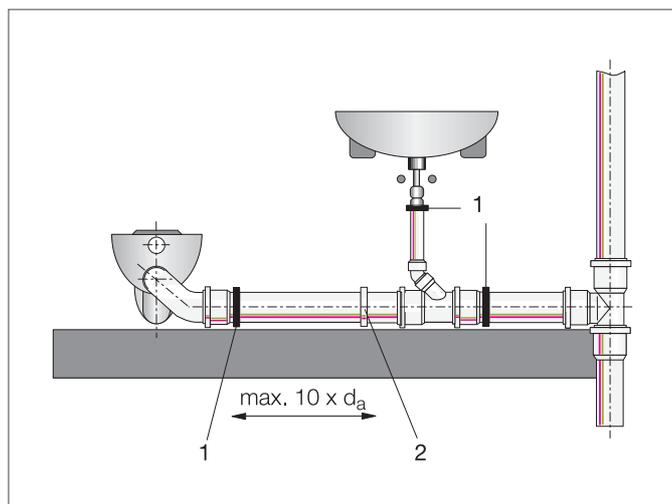

Fig. 7-5 Schema di installazione di una condotta orizzontale
La Fig. 7-5 mostra uno schema relativo al fissaggio di una condotta orizzontale insonorizzata con RAUPIANO Plus.
- La distanza tra le fascette fisse e quelle mobili non deve superare una lunghezza pari a 10 volte il diametro esterno del tubo. Si veda Fig. 7-5: Distanza  $\leq 10 \times d_a$ .